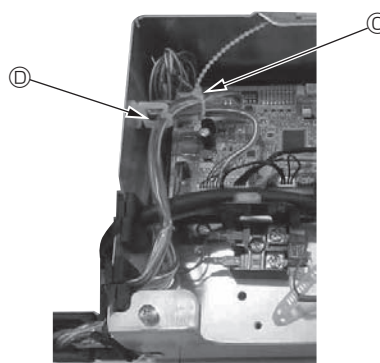

Fig. 10-14
- Placer de overskydende dele af i-See-sensorens og signalmodtagerens tilslutningsledninger i ledningsklipsen i boksen med elektriske komponenter som vist i diagrammet, og fastgør ledningerne sammen med beslaget. (Fig. 10-14)